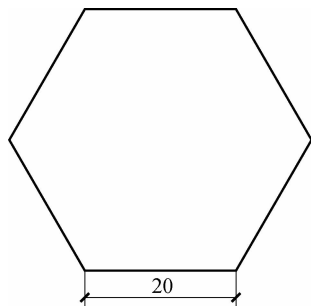

图 3-11 绘制正六边形
(1)边(E):表示以边长的方式来确定正多边形。例如,绘制如图 3-11 所示的正六边形。